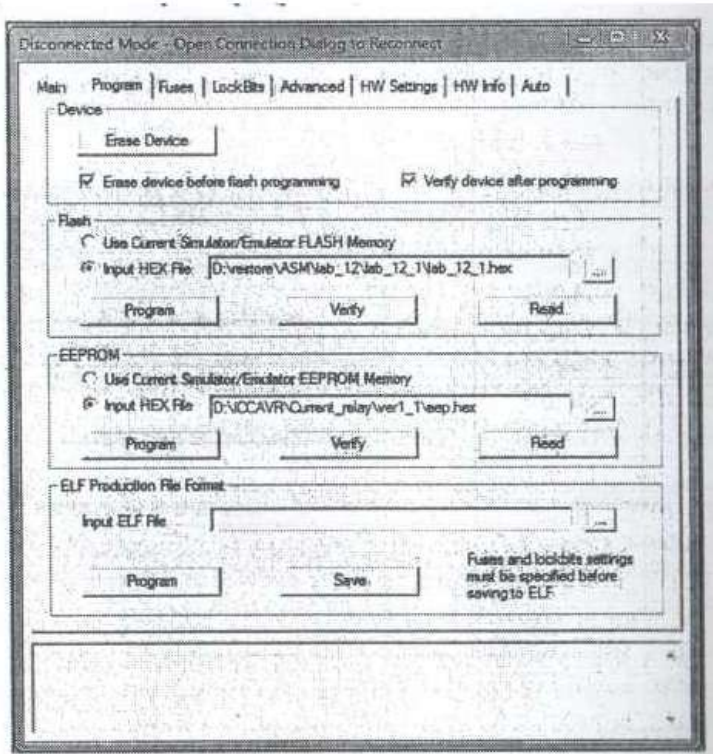

Рис. 6. Окно программирования микроконтроллера
-если номер USB COM-порта соответствует указанным требованиям, то происходит подключение микроконтроллера к среде AVR-Studio и появляется и окно программирования контроллера (рис. 6);